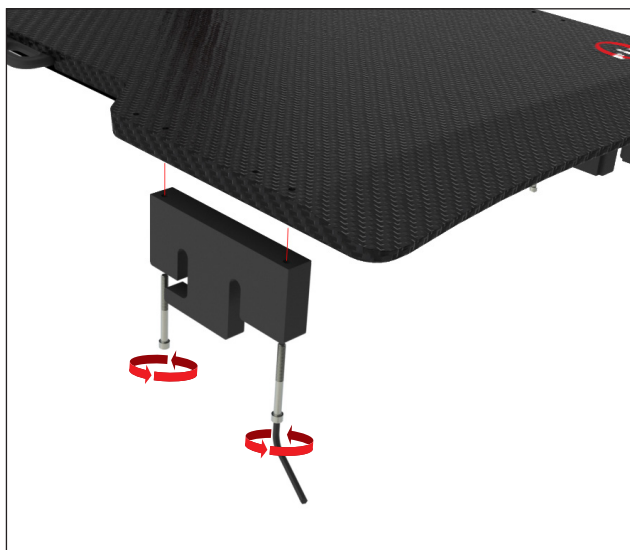

Fig. 15
2. Gjenta installasjonen for den motsatte adapteren. Pass på at den glatte siden av adapteren vender utover (fig. 15).